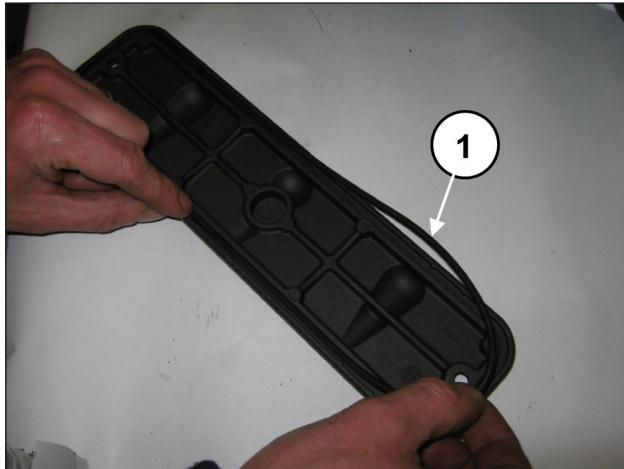
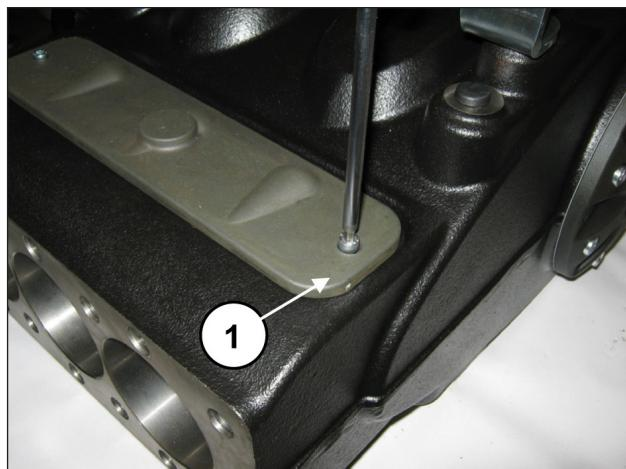

图 93
图 94
用O形圈套在检测盖上（位置①，图 93），并用2个M6x14螺栓（位置①，图 94）和2个M6x40螺栓固定。